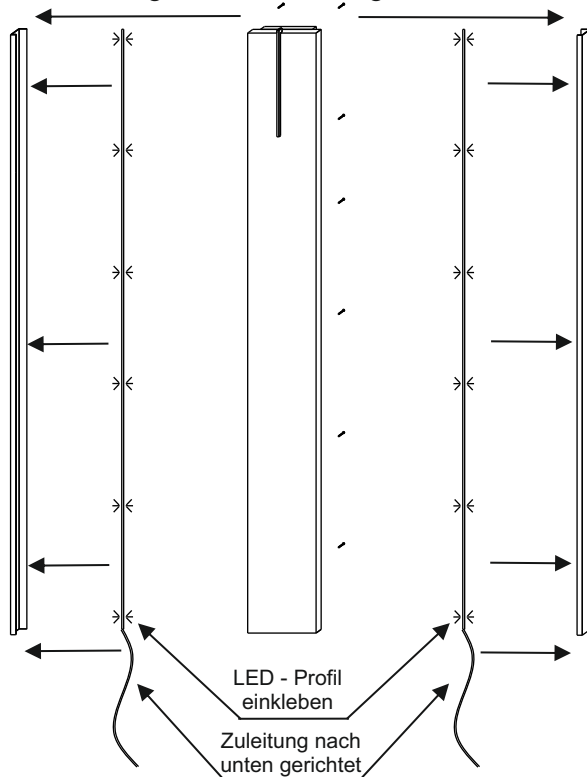

Abb. 1
- Falls Sie eine Beleuchtung (optional) bestellt haben, demontieren Sie zunächst die seitlichen Alu - Profile. Hierzu lösen Sie von der Rückseite des Paneels die Schrauben und kleben anschließend das Beleuchtungsprofil, wie in Abb. 1 / 2 dargestellt, in das Profil ein. Achten Sie darauf, dass die Zuleitungen der Beleuchtungen nach unten gerichtet sind.